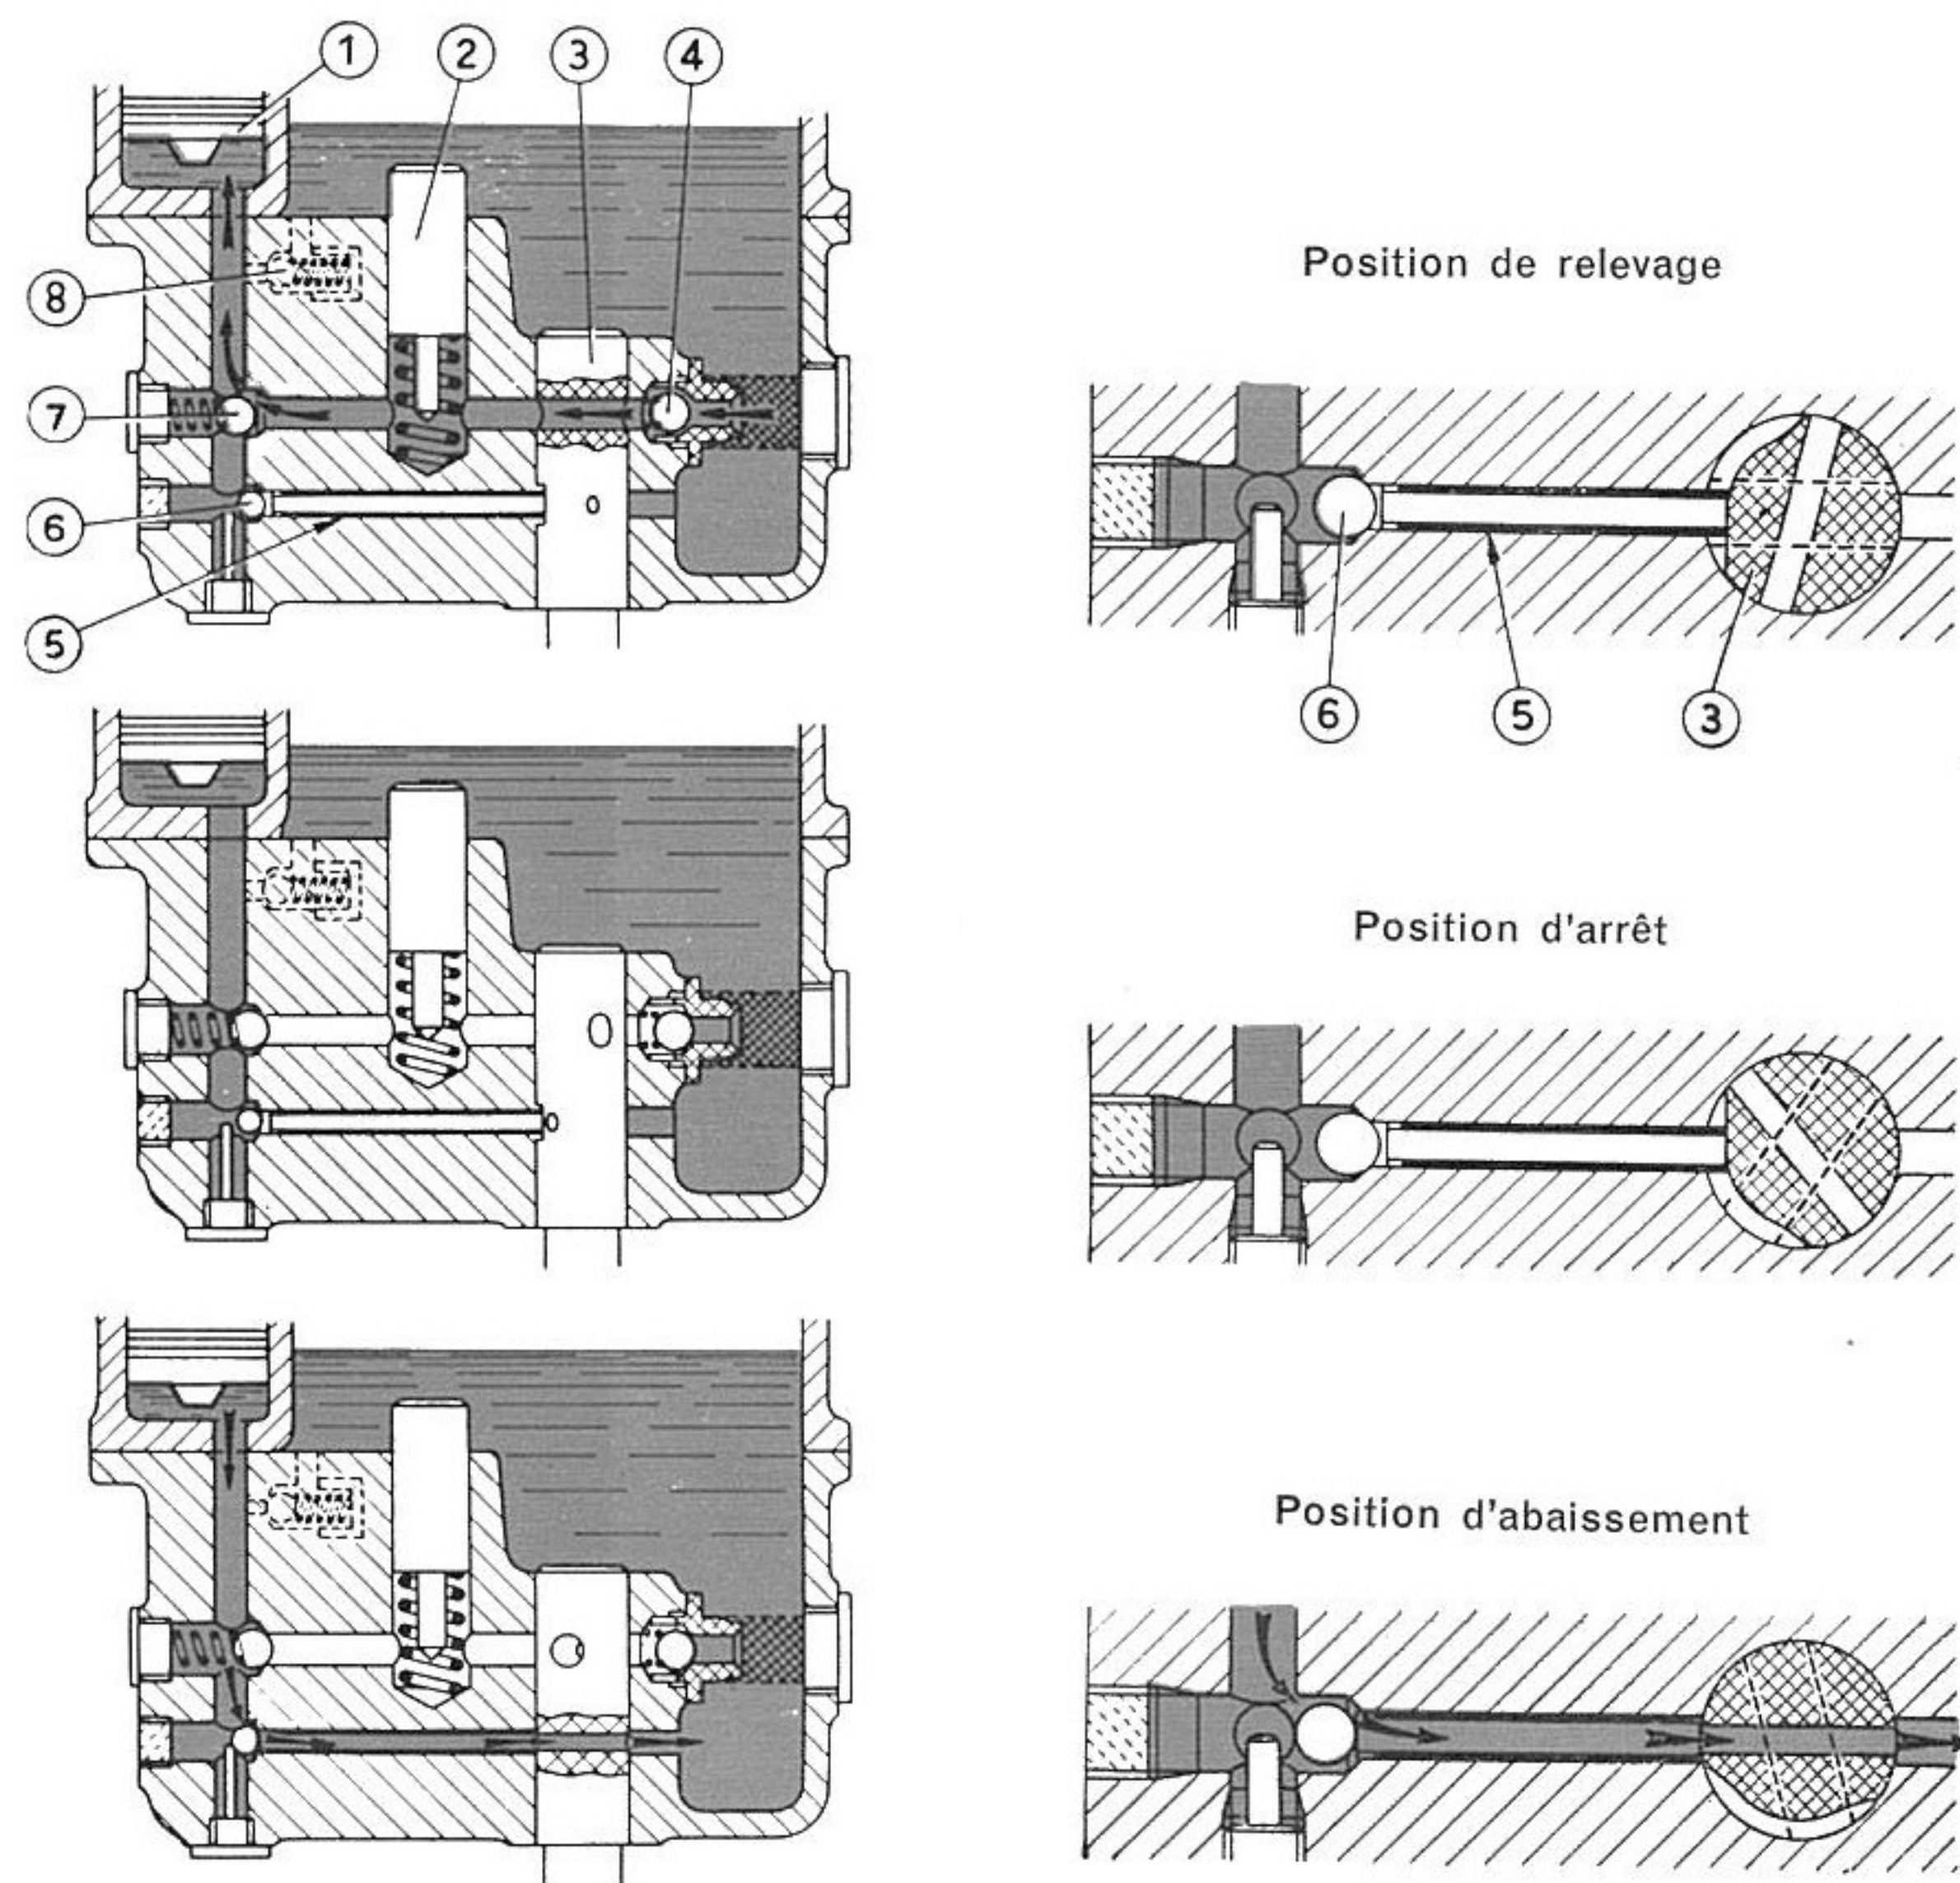

Fig. 58. - Schéma de fonctionnement du dispositif de relevage hydraulique.
1. Bras de relevage - 2. Levier de commande du relevage - 3. Couvercle d'introduction d'huile - 4. Verrous de support des bras de relevage en position - 5. Levier de commande du groupe - 6. Plaque d'attache du tirant porteur d'outils (voir fig. 58) - 7. Bouchon-niveau d'huile - 8. Bouchon d'amorçage de la pompe de relevage, et de vidange de l'huile du cylindre - 9. Soupape de réglage de la pression d'huile pour le fonctionnement du dispositif de relevage - 10. Bouchon de vidange du carter - 11. Bouchons qu'il faut ôter pour nettoyer les filtres à crépine de l'huile de relevage - 12. Arbre de prise de force - 13. Couvercle sur la bride de fixation de la poulie.
Le distributeur a trois positions: **relevage, arrêt, abaissement** (fig. 58). En position d'arrêt le distributeur ferme le conduit d'admission d'huile aux petits cylindres de la pompe, et empêche la sortie de l'huile existant dans le cylindre; les bras extérieurs de relevage restent donc en position fixe.
(fig. 58).